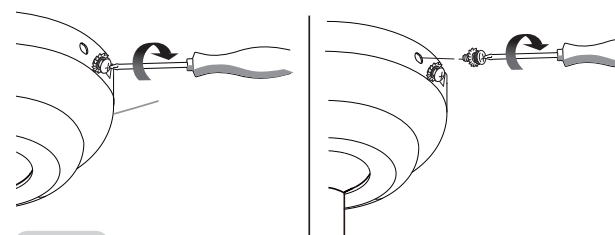

Fig. 10
6. Ziehen Sie die Schrauben und Unterlegscheiben an der Halterung an. Vergewissern Sie sich, dass alle Schrauben fest angezogen sind und der Führungsstift der oberen Haube in den Schlitz der Kugel gesteckt ist. Siehe Abb. 10.
6. Tight the screws and washers back to the bracket. Make sure all the screws are securely fastened and the guide pin of the upper canopy fits into the slot of the ball. Refer to Figure 10.
6. Resserrez les vis et les rondelles sur le support. Assurez-vous que toutes les vis sont correctement serrées et que la goupille de guidage du boîtier supérieur entre dans l'encoche de la bille. Voir Figure 10.
6. Снова затяните винты и шайбы на кронштейне. Убедитесь, что все винты надежно затянуты, а направляющий штифт верхнего колпака входит в отверстие шарика. См. рис. 10.
6. Wkręcić śruby wraz z podkładkami we wspornik. Upewnić się, że wszystkie śruby są dokręcone do oporu, a kołek prowadzący osłony górnej wchodzi dokładnie w szczelinę elementu kulistego. Patrz rysunek 10.